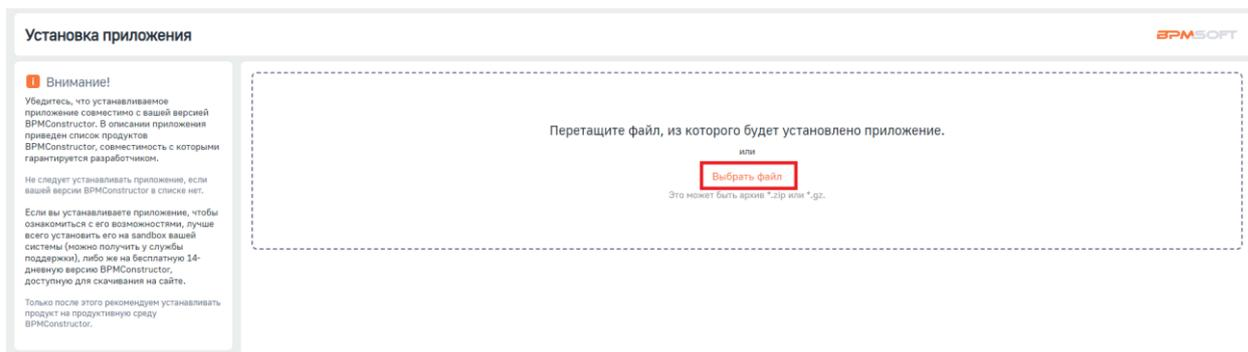

Рис. 1.4. – Выбор файла для установки
4. В открывшейся вкладке нажать «Выбрать файл» (рис. 1.4.) и в появившемся окне выбрать файл пакета с программным решением «WarehouseManagement_OP_v.01.gz».